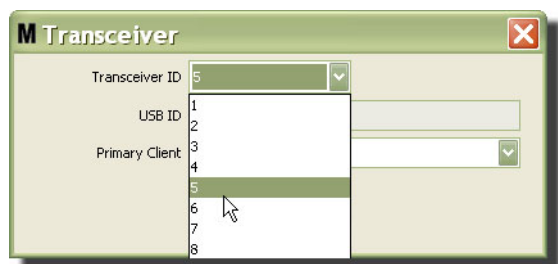

图 89
- 若要修改收发器 ID，单击箭头显示下拉菜单。从下拉菜单上，选择系统中收发器不在使用的收发器 ID 编号（图 89）。单击“确定”关闭屏幕和保存更改。